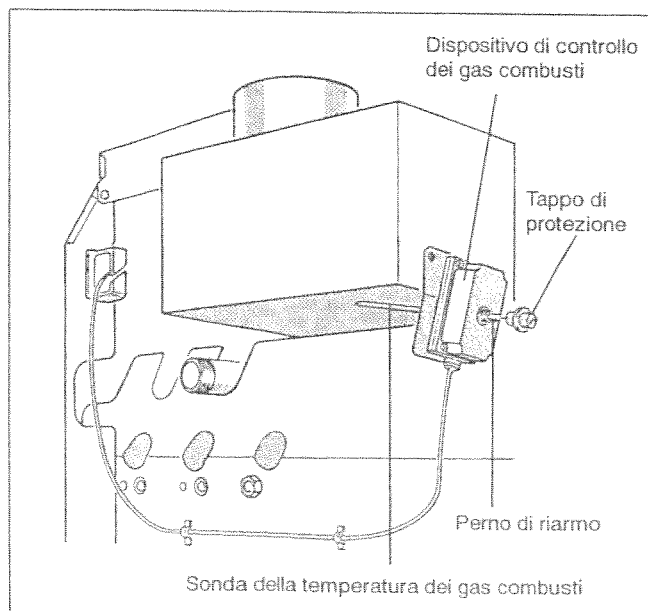

Fig. 38: Dispositivo di controllo dei gas combusti
- Svitare il dispositivo di controllo dei gas combusti dalla sicurezza antiriflusso (Fig. 38).
- Dopo circa 2 minuti rimuovere il tappo di protezione e premere il perno di riarmo (Fig. 38).